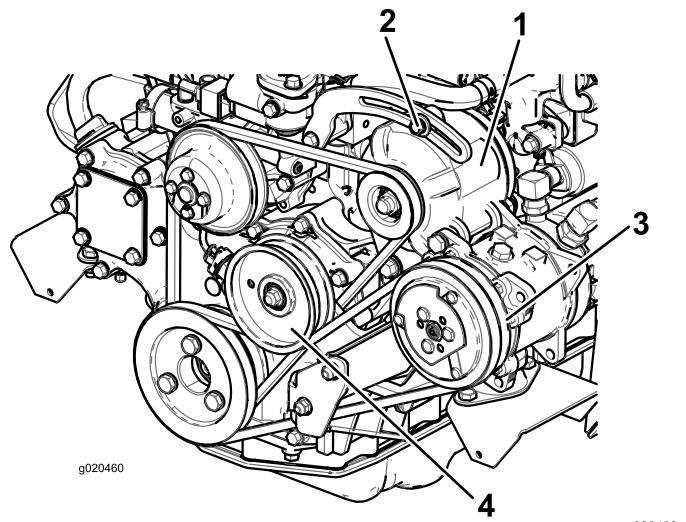

Figure 96
Si vous n'obtenez pas une flèche de 10 mm, desserrez les boulons de fixation de l'alternateur (Figure 96).
2. Si vous n'obtenez pas une flèche de 10 mm, desserrez le boulon de fixation de la poulie de tension (Figure 96).